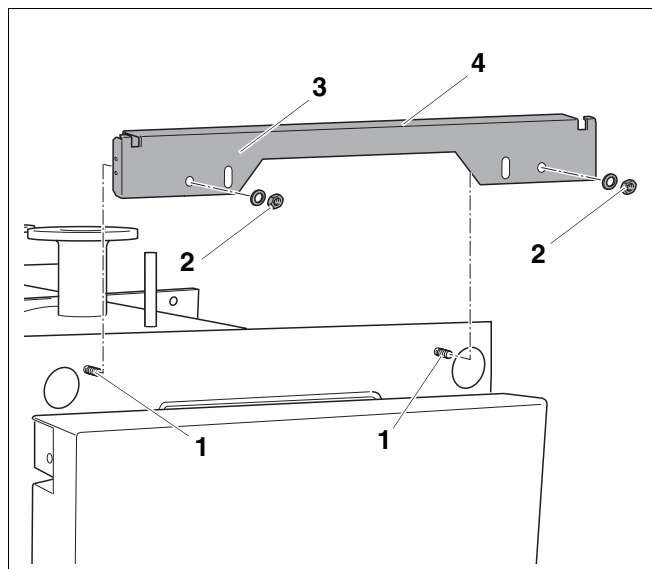
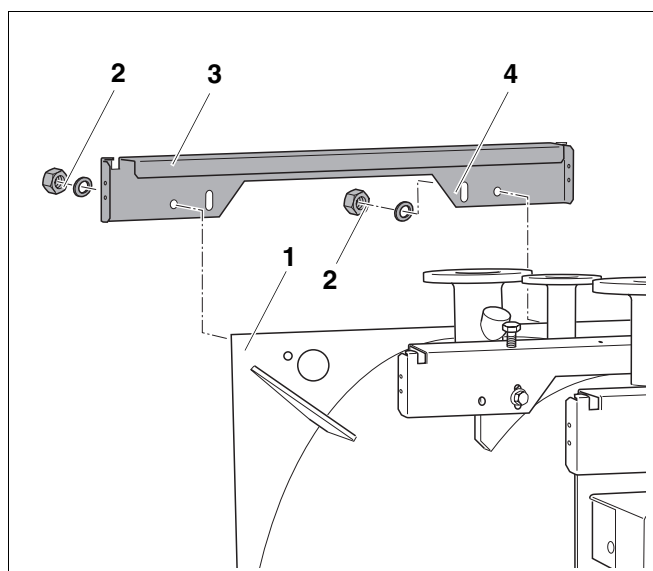

Fig. 13 Montage de la traverse avant
Fig. 15 Montage de la traverse arrière
Veillez à ce que les rebords des traverses arrière (fig. 15, **pos. 3**) et avant (fig. 13, **pos. 4**) soient orientés vers le corps de chaudière.
- Desserrer les écrous (fig. 13, **pos. 2**) prémontés.
- Placer la traverse (fig. 13, **pos. 3**) sur les tiges filetées (fig. 13, **pos. 1**) et fixer avec les 2 écrous et les 2 rondelles plates (fig. 13, **pos. 2**).
- Desserrer les écrous (fig. 15, **pos. 2**) prémontés.
- Placer la traverse arrière (fig. 15, **pos. 4**) sur les tiges filetées du panneau arrière de la chaudière (fig. 15, **pos. 1**) et fixer à l'aide des 2 écrous et des 2 rondelles plates (fig. 15, **pos. 2**).